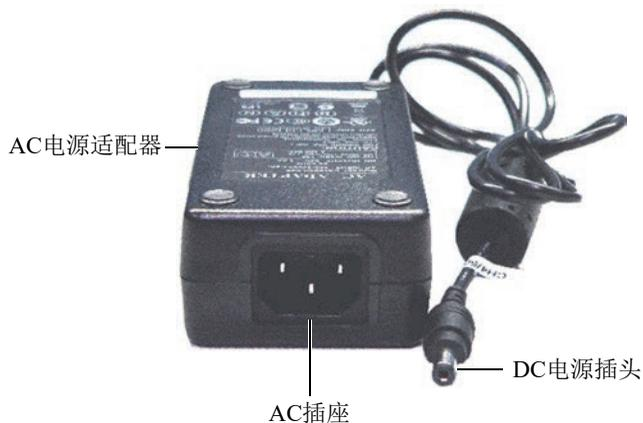

图 3-13 AC电源适配器
2. 将AC电源线的另一端插入到AC电源适配器的AC插座中（参见第69页的图 3-13）。